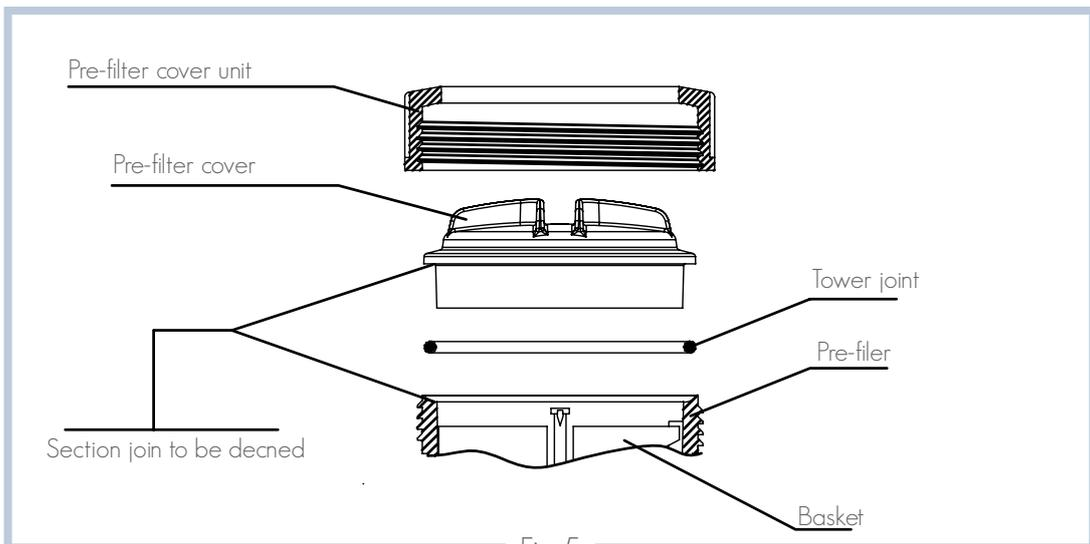

Fig 5
1. Den Deckel des Vorfilters abnehmen. Hierzu die Befestigungsmutter abschrauben (Abb. 5).
- Den Deckel des Vorfilters montieren und festschrauben. Dabei nicht vergessen, die Dichtung einzusetzen (Abb. 5).
- Bei jedem Öffnen des Vorfilters Verunreinigungen am Dichtungssitz und der Dichtung entfernen, um die Dichtheit des Deckelverschlusses zu gewährleisten (Abb. 5).